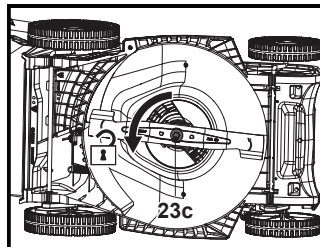

Fig. 18
1. Mantenga la parte inferior y la cuchilla (23) limpias y libres de suciedad. Retire los recortes del canal de descarga trasero (22).
3. Mantenga la cuchilla (23) afilada para garantizar un buen rendimiento de corte. Sustituya una cuchilla desgastada o dañada por una nueva del mismo tipo o pida a un especialista cualificado que la afile.
4. Afloje el perno de montaje (23c) girándolo hacia la izquierda con una llave de impacto eléctrica adecuada (vaso de 13 mm) (Fig. 18) y retírelo junto con la arandela plana (23b) y la cuchilla (23).